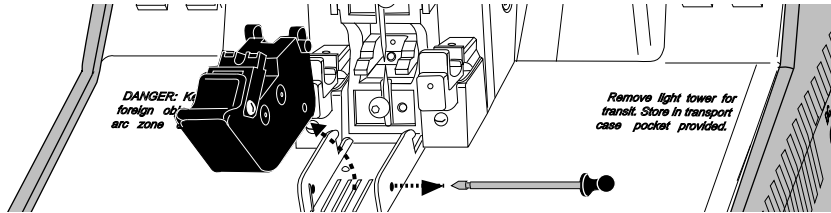

Abbildung 80
8.9 Um eine Beschädigung der Faserklemmen während des Transports zu vermeiden, müssen Sie die Beleuchtungseinheit vor dem Transport ausbauen (siehe Abb. 80).